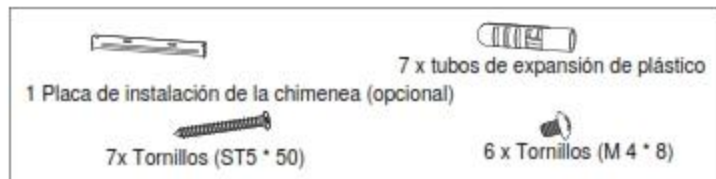

Fig.3
- Accesorios. Véase la Fig. 3.